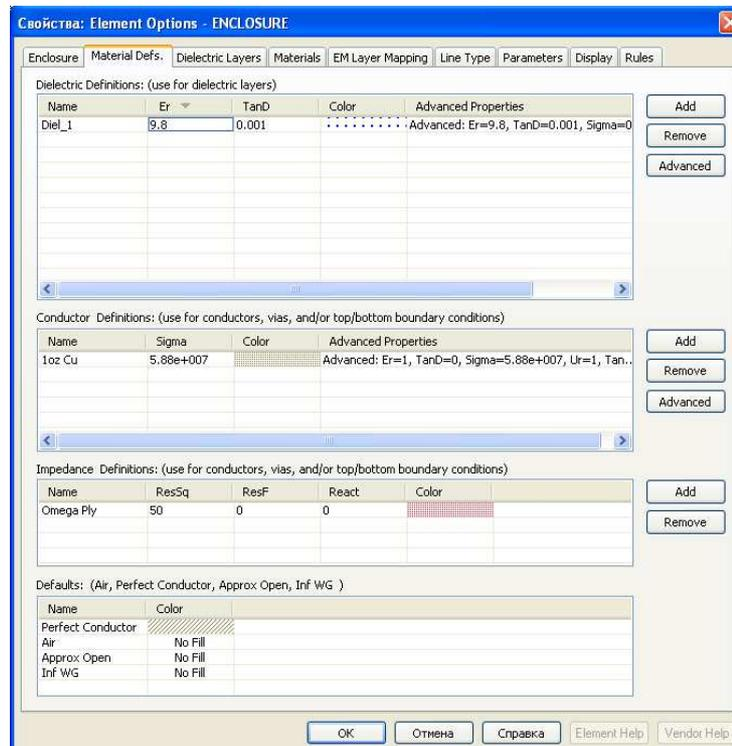

Рисунок 2.3 – Задание параметров материалов
1. Откройте закладку **Material Defs** (Рисунок 2.3).